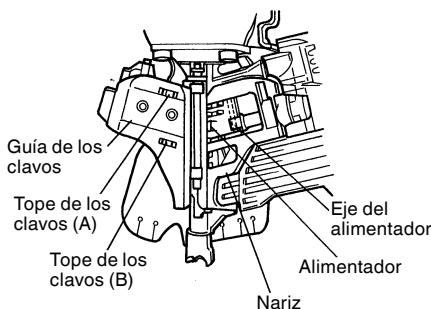

Fig. 22
- (2) Abra la guía de los clavos y límpie el polvo, etc., como se muestra en la Fig. 22. Aplique lubricante en la ranura de deslizamiento del alimentador y en el eje del alimentador. Compruebe que el tope de clavos (A) y el tope de los clavos (B) se desliza con suavidad presionándolos con el dedo.